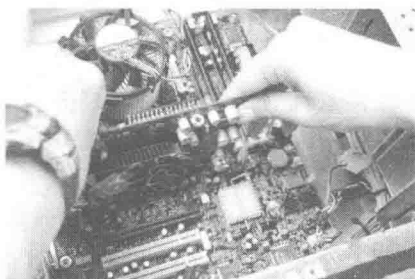

图 1-27 安装显卡
(2) 用手轻握显卡两端，垂直对准主板上的显卡插槽，并将其接口与机箱后置挡板上的接口位对齐后，向下轻压将显卡安装到显卡插槽中，如图 1-27 所示。声卡、网卡等计算机板卡的安装方法与显卡的安装方法基本相同，区别只是安装的插槽不同而已。目前的声卡、网卡大多为 PCI 插槽，主板上颜色为白色的插槽。